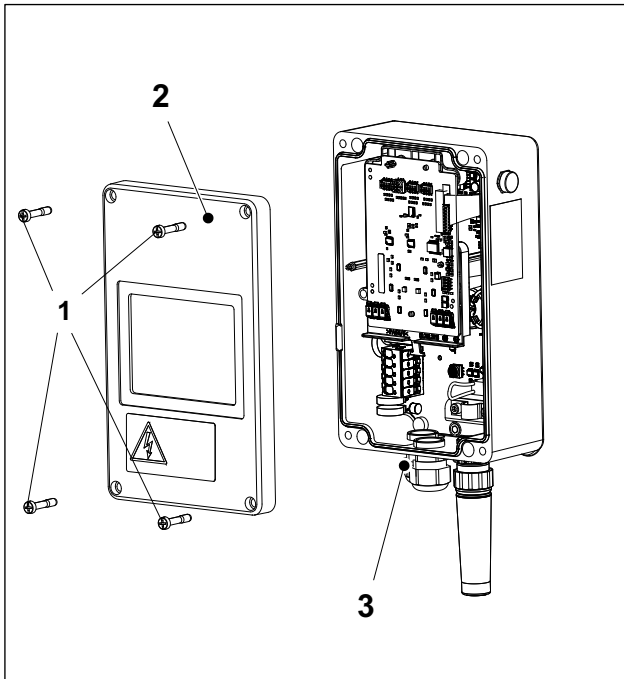

Abb. 3 SENEK Wallbox pro s, geöffnetes Elektronikgehäuse
1. Die vier Schrauben (Abb. 3/1) lösen und den Deckel des Elektronikgehäuses (Abb. 3/2) abnehmen.
2. Die Kabelverschraubung ESKV25 (Beipackzubehör) mit dem dazugehörigen Dichtring EADR25 (Beipackzubehör) in das Elektronikgehäuse einschrauben (Abb. 3/3) und festziehen (8 Nm).